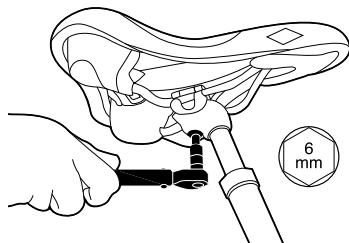

Figure 8. Serrage/Desserrage vis de blocage
1. Desserrez la vis qui maintient la selle et la tige de selle à l'aide d'une clé hexagonale de 6 mm (*Figure 8*) afin d'obtenir un jeu suffisant pour pouvoir bouger la selle.